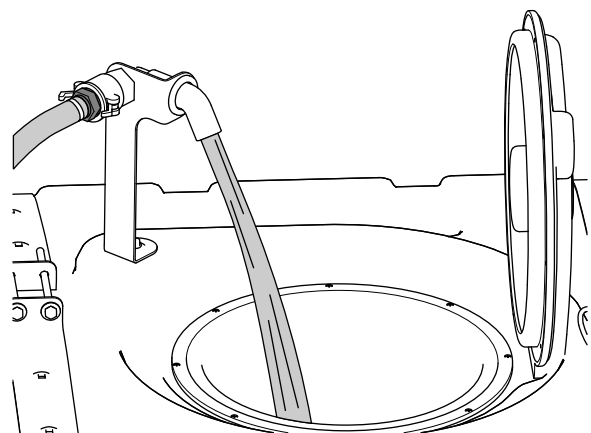

Figura 71
5. Añada 3/4 de la cantidad de agua necesaria al depósito de fumigación (Figura 71).